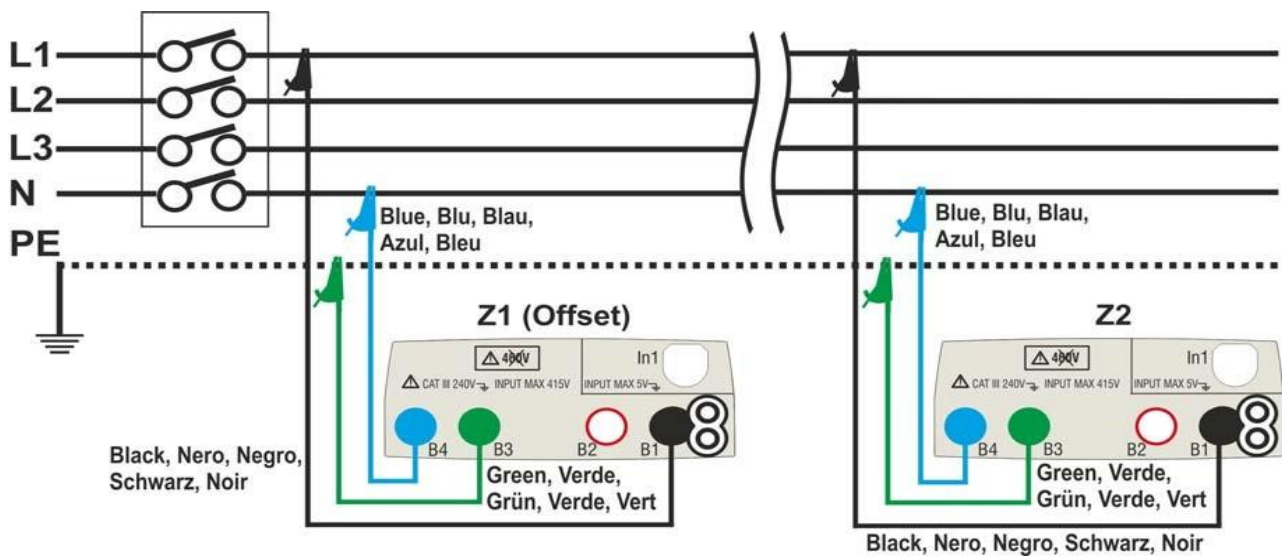
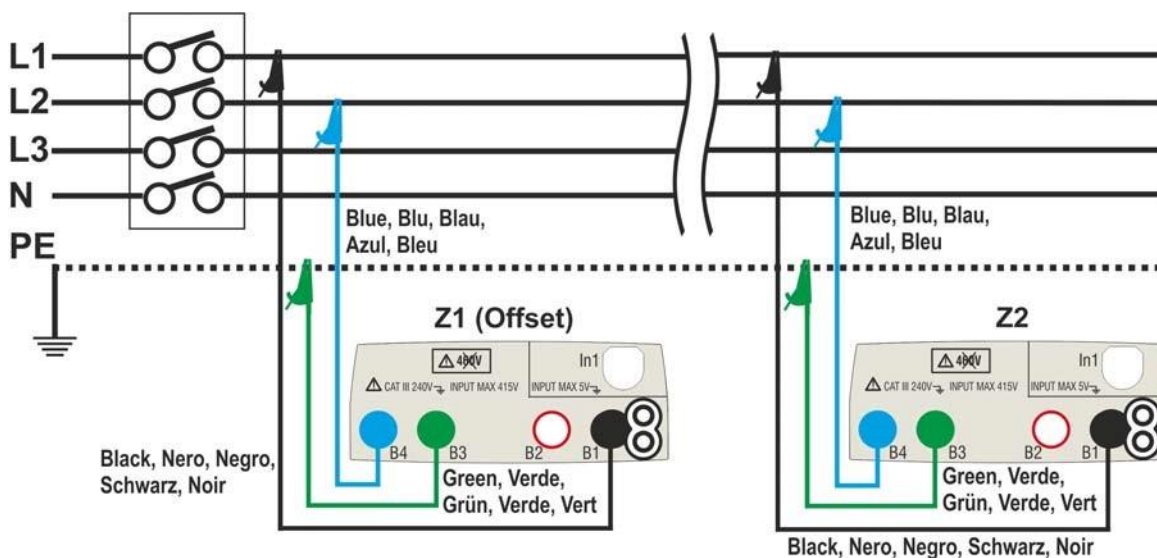

Bild 32: Anslutning av instrumentet för L-N-läge spänningsfallsmätning
Fig. 33: Anslutning av instrumentet för L-L-läge spänningsfallsmätning.
15. Gå till steg nr. 9 om värdet av Z1 (Offset) har ställts in manuellt. **Om värdet på Z1 (Offset) INTE har satts manuellt**, anslut instrumentet till startpunkten för huvudledningen som testas (vanligtvis nedströms en skyddsanordning) enligt Fig. 32 eller Fig. 33 för att utföra Den första **Z1 (Offset)** impedansmätningen. I det här fallet mäter instrumentet impedansen uppströms den initiala punkten hos huvudlinjen som testas med den som startreferens.
18. Anslut instrumentet till den sista punkten på huvudledningen som testas enligt Fig. 32 eller Fig. 33 för att mäta **Z2**-impedansen vid slutet av ledningen. Bilden till sidan visas. Observera det tidigare uppmätta **Z1 (Offset)** -värdet som visas